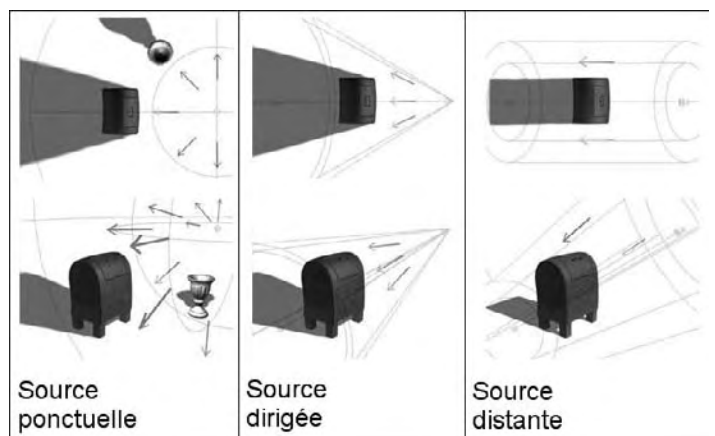

Fig.10.2
**Les trois sources de lumière sont les suivantes (fig.10.2) :**